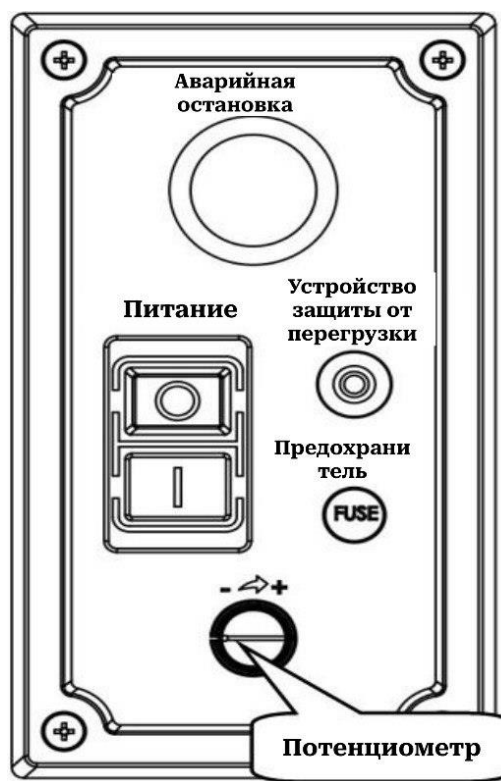

Рис.13
2. Поверните потенциометр по часовой стрелке, чтобы увеличить скорость подачи, или против часовой стрелки, чтобы уменьшить скорость подачи конвейера. См. следующий рис.13